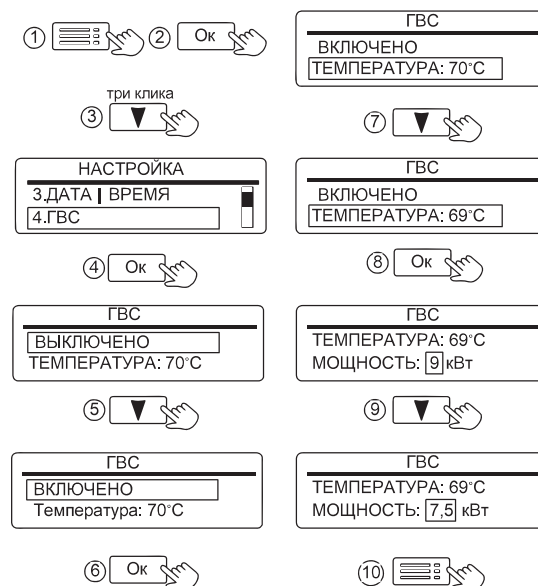
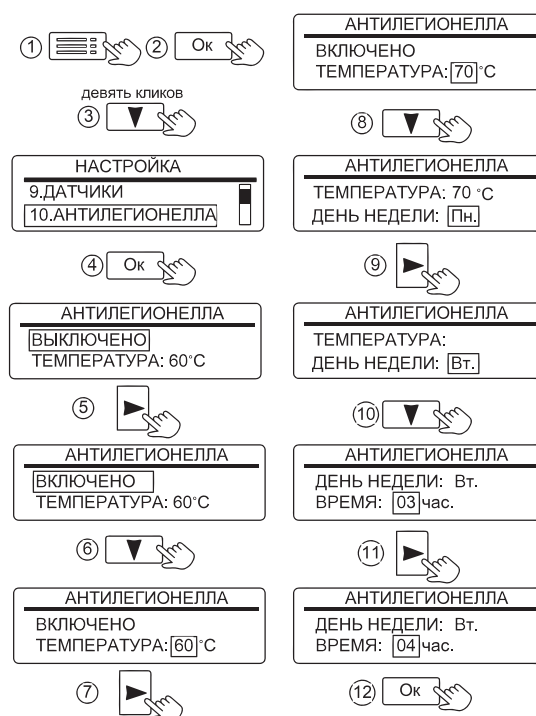

Рисунок 12. Настройка режима «ГВС»
Рисунок 14. Настройка времени включения режима «ЛЕГИОНЕЛЛА»
Активация режима «ГВС» и настройка температуры горячей воды показана на рис. 12. Начальная заводская настройка температуры горячей воды - 70°C. При активированном режиме отображается как «ГВС» (см. рис. 5), при выключенном режиме, неисправном или отключённом датчике отображается как ~~ГВС~~. В подменю «ГВС» предусмотрена настройка ограничения мощности ТЭН. Данную настройку рекомендуется применять при неисправности «ПЕРЕГРЕВ КОТЛА» возникающей
В любой воде существует возможность развития бактерий легионеллы. Чтобы исключить угрозу отравления водой, получаемой из косвенного водонагревателя, прибор имеет режим «АНТИЛЕГИОНЕЛЛА». Режим автоматически активируется при подключении NTC-датчика температуры к плате контроллера и включения режима «ГВС» (см. рис. 12). При отключении NTC-датчика – режим деактивируется и меню «АНТИЛЕГИОНЕЛЛА» (см. рис. 14) не доступно для Пользователя. Если режим активирован – каждую неделю, в установленное время выполняется нагрев воды в косвенном водонагревателе до значения, установленного в настройках прибора –
см. рис. 14 (заводская настройка – 60°C). Температура поддерживается в течении десяти или пяти минут, в зависимости от установленного значения. Во время нагрева вместо надписи «ГВС» отображается значок «60°» (см. рис. 13).
Заводская настройка времени включения нагрева – Понедельник, 03:00. Имеется возможность изменения времени включения и значения температуры нагрева (см. рис.14).
Перед активацией режимов «АНТИЛЕГИОНЕЛЛА» и «ГВС» рекомендуем уточнить максимально-допустимую температуру нагрева воды в бойлере. Для предотвращения риска причинения вреда здоровью и поломки оборудования, значения температурных уставок в режимах «ГВС» и «АНТИЛЕГИОНЕЛЛА» должны быть меньше максимально-допустимой температуры нагрева воды в бойлере. При необходимости уменьшите значения уставок (см. рис. 12, см. рис. 14).
**11.1.4 «4.ГВС»** - установка состояния режима «ВКЛЮЧЕНО / ВЫКЛЮЧЕНО». Индикация «ВКЛЮЧЕНО» означает разрешение на работу режима ГВС. Индикация «ВЫКЛЮЧЕНО» запрещает работу режима «ГВС» (см. рис. 12).